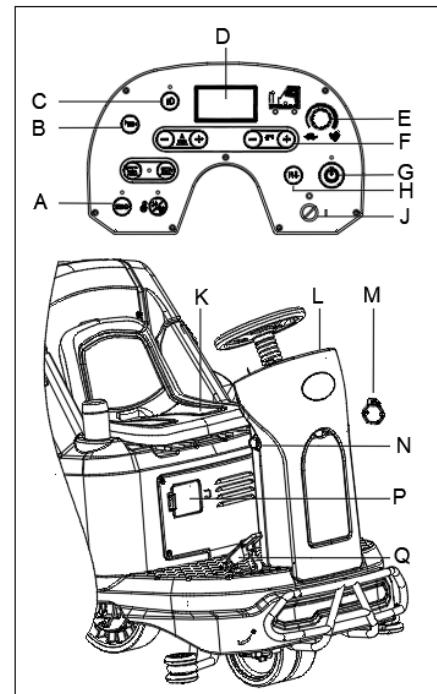

Рис. 13
- Зайдите сиденье (K, рис. 13), вставьте ключ зажигания (J, рис. 13) и поверните его в положение “I”. Проверяйте состояние батарей на экране дисплея. При необходимости зарядите батареи (см. процедуру в главе «Техническое обслуживание»).
- Направление движения вперед/назад можно регулировать с помощью переключателя (H, рис. 13). Скоростью движения машины можно управлять с помощью регулировочного устройства (E, рис. 13).
- Нажмите кнопку быстрого запуска One-Start (G, рис. 13), чтобы запустить машину, скребок и щетки автоматически опускаются на пол, и начинает работать вакуумный двигатель.
- Нажмите нужные контрольные кнопки подачи раствора (F, рис. 13) в зависимости от типа уборки.
- Нажмите педаль акселератора (Q, рис. 13) и начните очистку.
- Вы можете зарядить свой телефон или планшет через USB-порт зарядки (M, рис. 13), когда ключ зажигания (J, рис. 13) находится в положении «I».
- Нажмите кнопку звукового сигнала (B, рис. 13), чтобы предупредить людей, когда это необходимо.
- При необходимости, нажмите кнопку аварийной остановки (N, рис. 13) для аварийной остановки машины.
- При необходимости нажмите кнопку передних фар (C, рис. 13) для освещения темных зон или для предупреждения пешеходов.
- При необходимости отрегулируйте положение сиденья (K, рис. 13), повернув вправо ручку справа от сиденья, затем передвиньте сиденье в нужное положение.
Мотор щетки, вакуумный мотор, мотор двигателя и схема управления находятся под защитой от перегрузки (P, рис. 13). При отключении защиты от перегрузки, не включайте ее заново сразу, не обнаружив первопричину, и убедитесь, что двигатель остыл перед повторным включением.
- Отпустите педаль акселератора (Q, рис. 13), машина перестанет работать.
- Нажмите кнопку быстрого запуска One-Start (G, рис. 13), чтобы остановить щетки и вакуумный двигатель. Щетки и скребки автоматически поднимаются над уровнем пола. Вакуумная система остановится через несколько секунд.